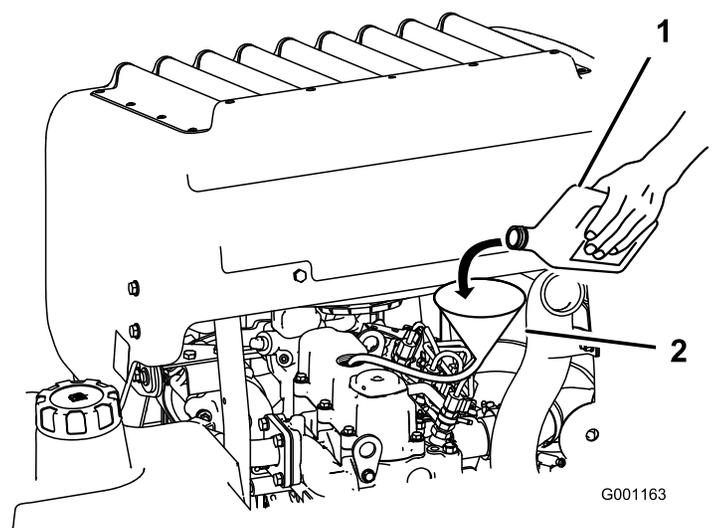

Figura 69
3. Utilizzate un tubo flessibile e un imbuto per aggiungere olio al motore (Figura 69).